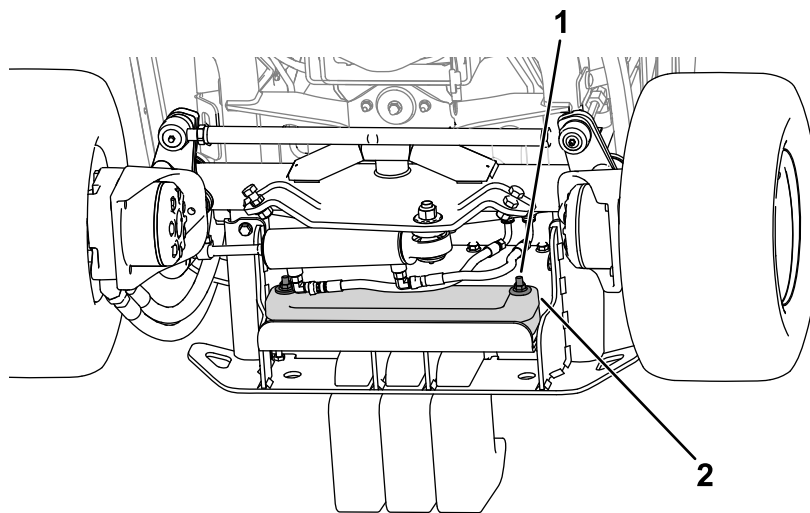

Рисунок 18
2. Используйте эти крепежные детали для крепления грузов к бамперу (Рисунок 18).